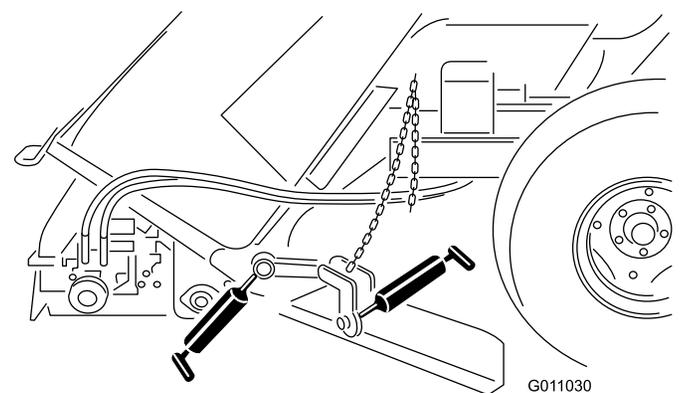

図 38
- 畝寄せブレードのマウント 図 38
- 畝寄せブレードのハブ 図 38